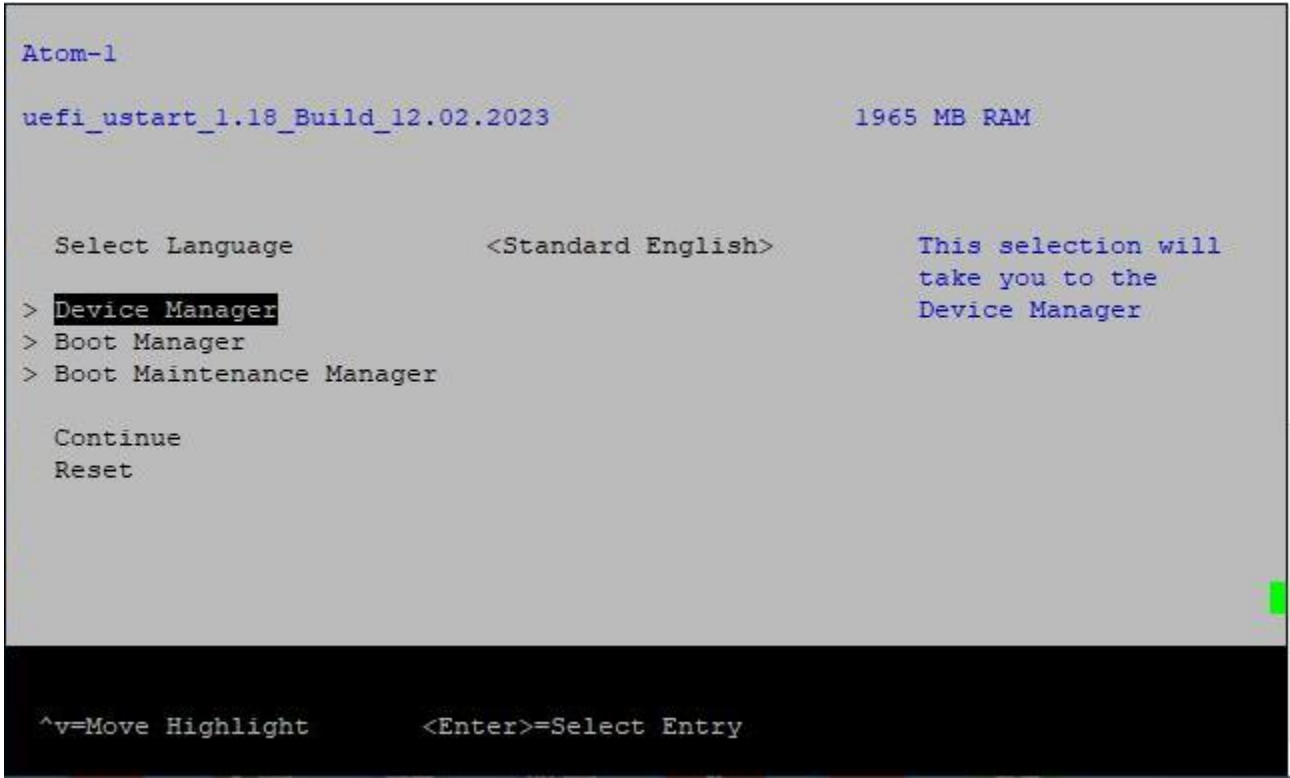

Рисунок 8 – Меню BIOS
2.3.2.2 Если вход в BIOS выполнен, откроется главное меню (рисунок 8). Оно содержит следующие пункты: